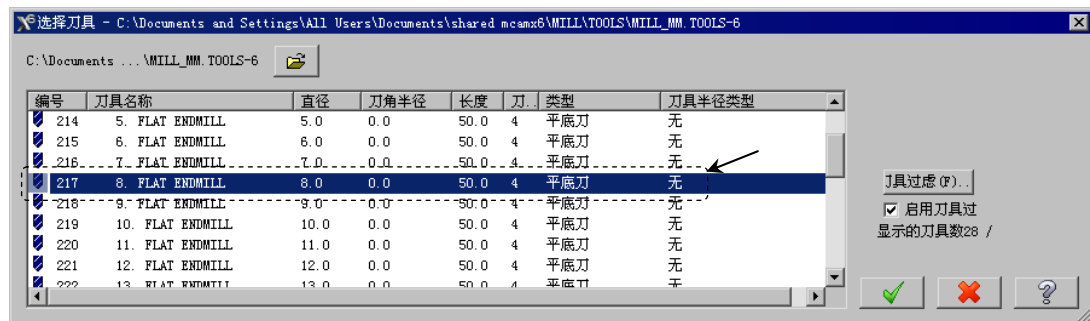

图 17.36 “选择刀具”对话框
(3) 单击  按钮，完成加工区域的设置，同时系统弹出“曲面精加工浅平面”对话框。
Step4. 选择刀具。在“曲面精加工浅平面”对话框中单击 **选择刀库** 按钮，系统弹出“选择刀具”对话框，在该对话框的列表框中选择图 17.36 所示的刀具。单击  按钮，关闭“选择刀具”对话框，系统返回至“曲面精加工浅平面”对话框。